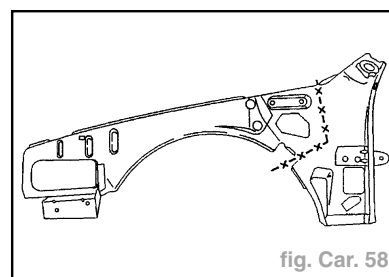

fig. Car. 58
- Tracer puis découper à l'aide d'une scie (fig. Car. 58).